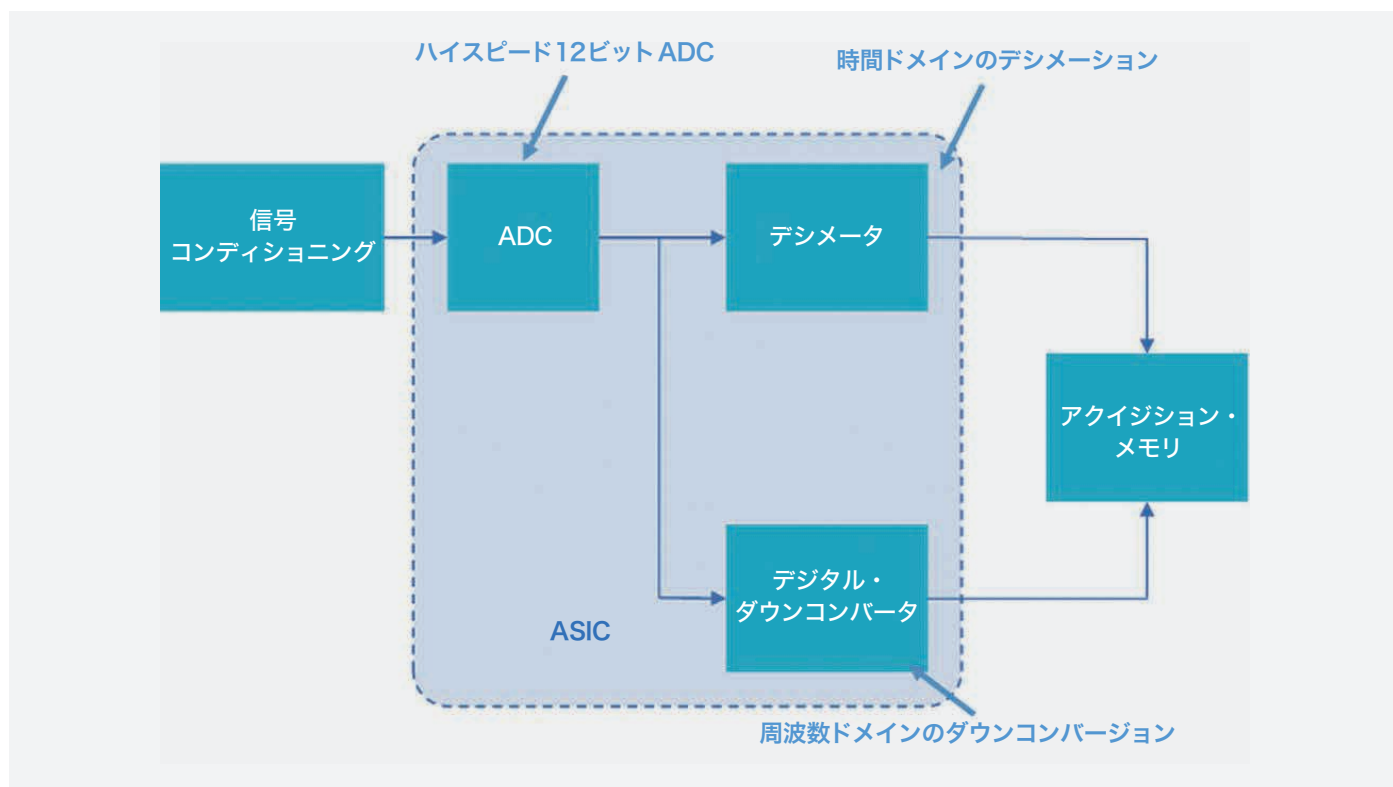

図2. テクトロニクス4、5、6シリーズMSOは、カスタムASICで実装されたデジタル・ダウンコンバータにより、波形とスペクトラムを独立に設定しながら、同時に観測できる。
4、5、6シリーズMSOでは、各FlexChannelの入力部、カスタムASIC内に12ビットのADCがあります。図2に示すように、それぞれのADCは2つの経路で高速のデジタル・データを送ります。1つの経路はハードウェアによるデシメータであり、時間ドメインのサンプルを保存するレートが決まります。もう一つの経路はデジタル・ダウンコンバータであり、同様にハードウェアで実装されています。このアプローチにより、時間ドメインと周波数ドメインの取込設定が独立して行え、信号の波形表示、スペクトラム表示の両方が最適に行えます。また、有限であるオシロスコープのレコード長をより効率的に利用できます。